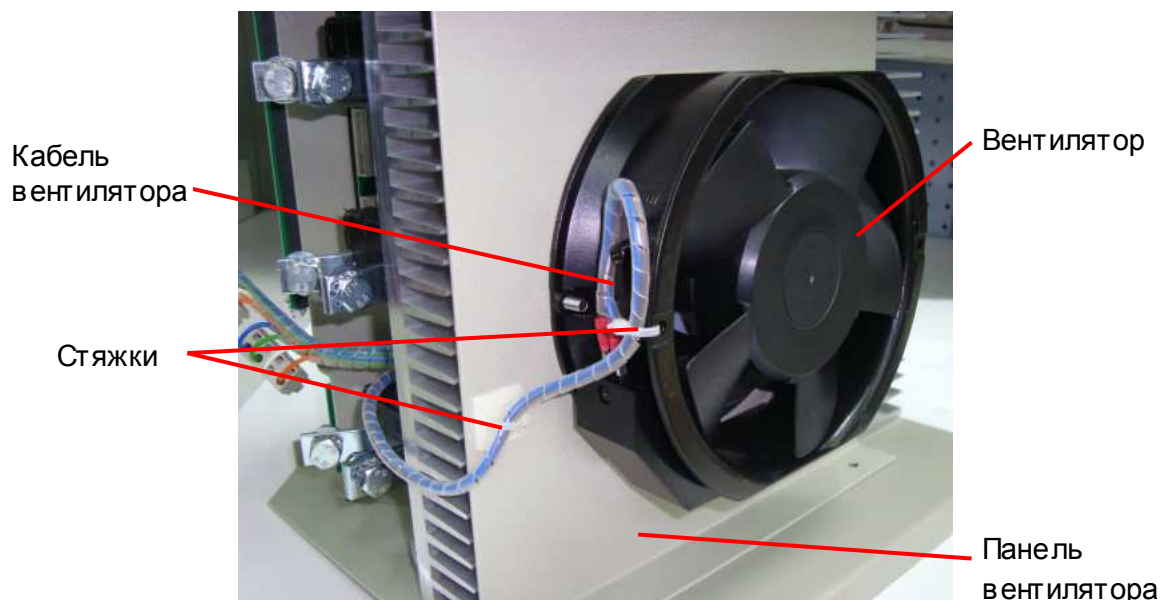

Рис. 6.11
6.7.2. Расположить УПП как показано на рис. 6.11. Обрезать две стяжки и отсоединить кабель вентилятора.